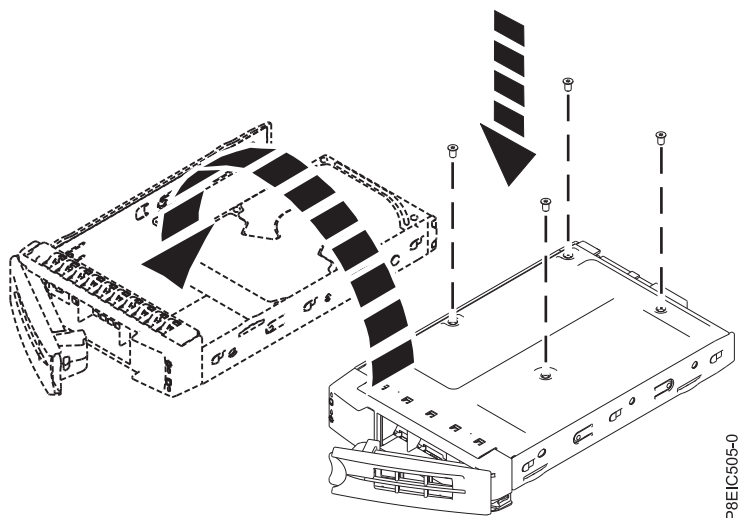

図 5. 2.5 型ドライブのトレイへの取り付け
- 2.5 型ドライブは、トレイの後部に置く必要があります。ドライブとトレイの両方を保持しながら、トレイを裏返します。ドライブをトレイの底面に 4 本のねじで固定します (7 ページの図 5 を参照)。